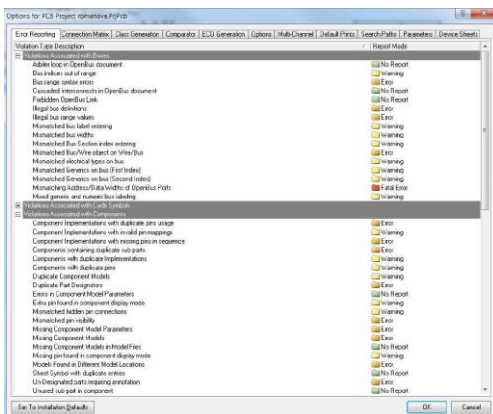

Рис. 26. Опции проекта (категории Buses и Components)
18. Выбрать команду Project>>Project Options. Во вкладке Errors Reporting установить опции проекта как показано на Рис. 26, нераскрытые на рисунках категории (Code Symbols, Configuration Constrains, Documents, Harnesses) в отчет не включать, т.е. установить No Report. Далее во вкладке Connection Matrix на пересечении Unconnected и Input Pin (справа сверху) нажимать на квадратик до окрашивания его в зеленый цвет – это необходимо для того, чтобы не включать в отчет информацию о неподключенных входах.